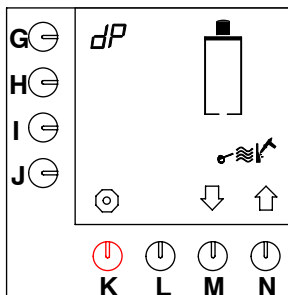

Fig. 15 Inicio del programa de descalcificación del sistema de preparación de café
- El programa de descalcificación aparece en el display, vea fig. 15.
- Mantenga pulsada la tecla de programación (G.) hasta que fig. 15 reaparezca en el display.